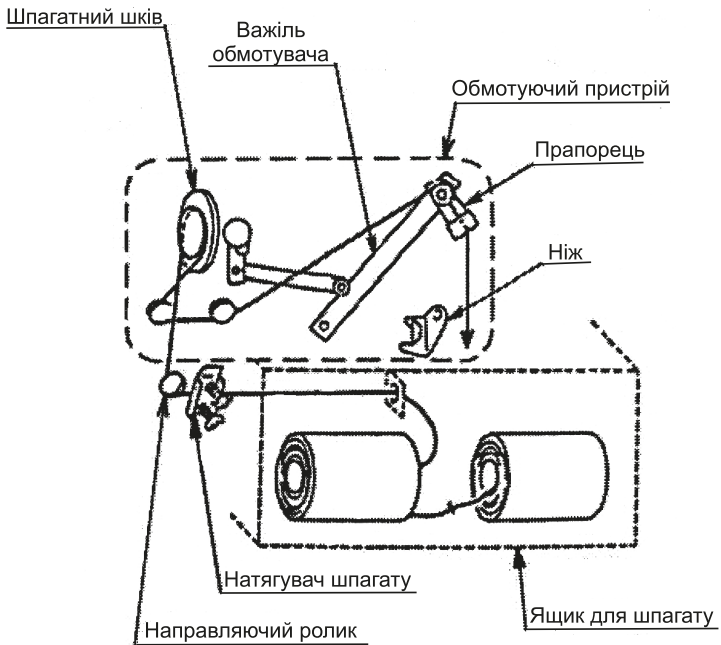

Рисунок 1.6. Схема обмотуючого пристрою.
- обмотуючий пристрій (рис.1.6): для обертання шпагатом рулону;